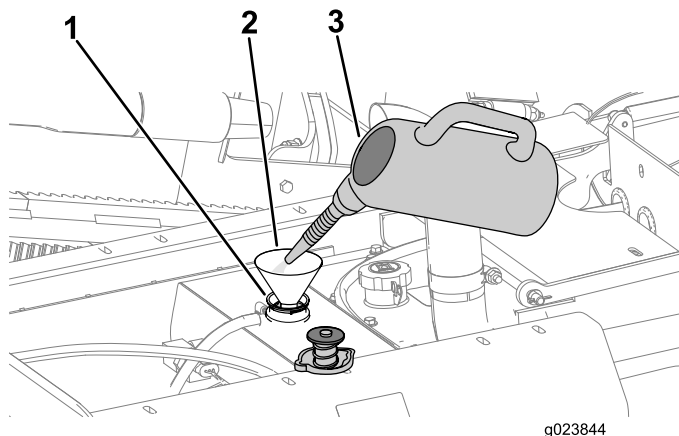

Рисунок 109
- B. Залейте чистящий раствор для системы охлаждения в радиатор через заливную горловину (Рисунок 109).